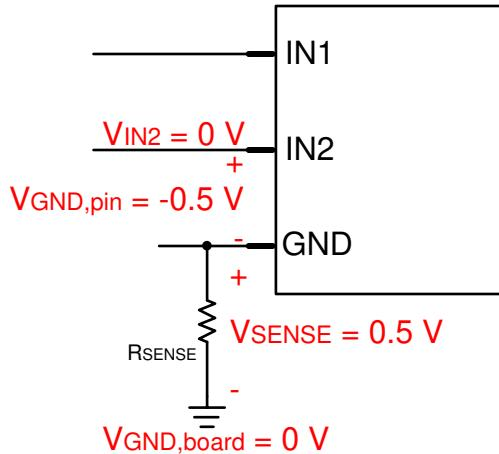

图 9-25. 使用电流检测电阻器的相对于电路板接地的引脚电压
**INx** 引脚的绝对最大额定值设置分流电阻器上的最大电压。如果 **INx** 引脚上的信号电平低（以电路板接地为参考），则 **INx** 引脚相对于 **GND** 引脚电压处于负电压。这会将最大检测电压/**GND** 引脚电压设置为 0.5V。图 9-25 显示了相对引脚电压。